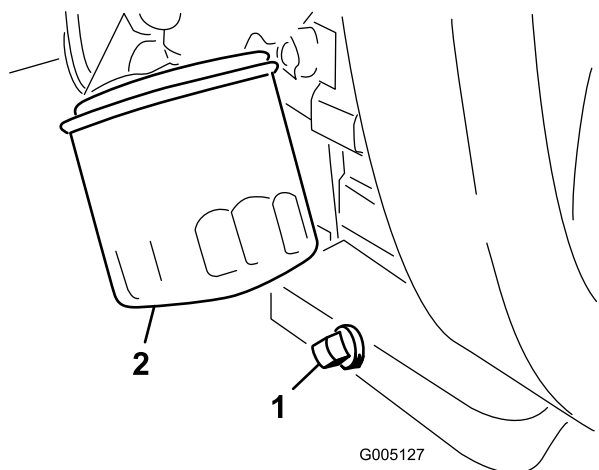

図 49
1. ドレン・プラグ (図 49) を外してオイルを容器に受ける。オイルが抜けたらドレン・プラグを取り付ける。
2. オイルフィルタ (図 49) を外す。新しいフィルタのガスケットに薄くエンジン・オイルを塗る。